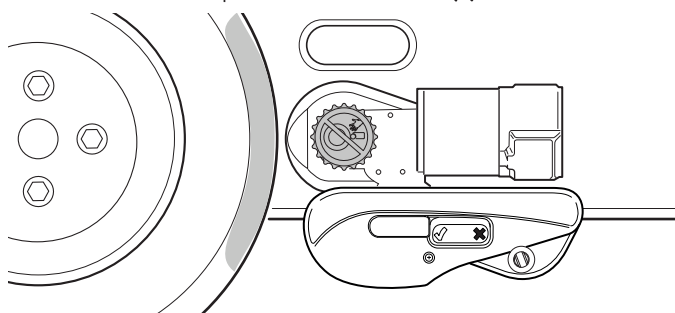

Fig. 32
- La distanza tra i rulli di trasmissione e gli pneumatici su entrambi i lati è di 20 mm (Fig. 32). Per istruzioni su come verificare la corretta distanza tra gli pneumatici e i rulli di trasmissione vedere il Kapitel 6.1.